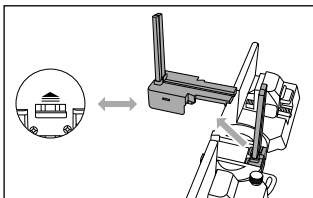

Fig. 7
- ◆ Maintenez le produit avec la partie supérieure orientée vers le haut et poussez le levier de blocage **11** dans le sens de la flèche ➡, pour retirer l'élément de guidage de coupe B **10** (voir fig. 7).
- ◆ Retirez l'élément de guidage de coupe A **9** (voir fig. 7).